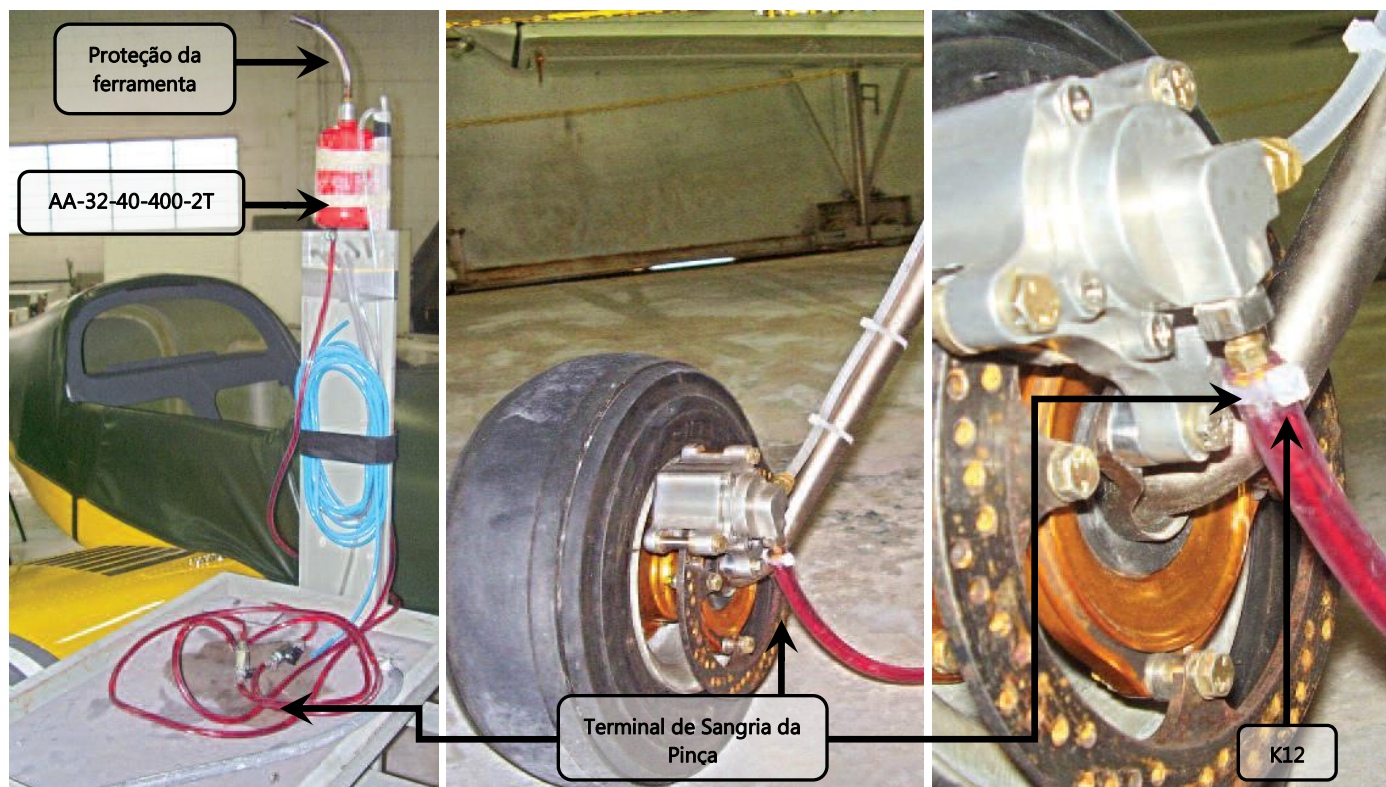

Figura 32.40.84 – Instalação da ferramenta AA-32-40-400-2T.
2. Conectar as mangueiras da ferramenta AA-32-40-400-2T nos terminais de sangria das pinças de freio do trem de pouso principal. Utilizar abraçadeiras K12 para a fixação destas mangueiras, ver figura 32.40.84;
3. Remover a proteção da ferramenta AA-32-40-400-2T, mostrada na figura 32.40.84 e conectar o terminal da linha de ar comprimido, conforme mostra a figura 32.40.85;